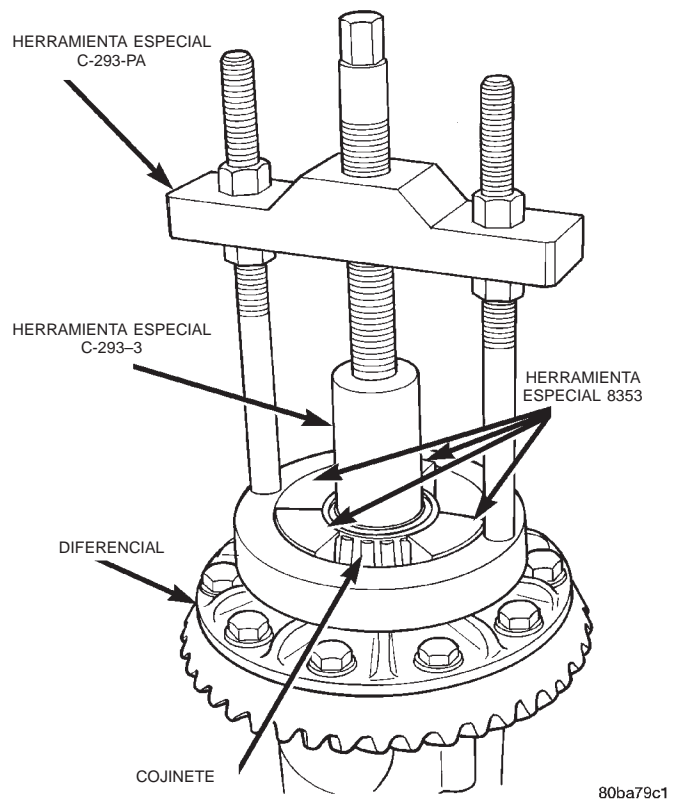

Fig. 40 Desmontaje del cojinete del diferencial
- (1) Retire la caja del diferencial de la caja del eje.
- (2) Retire el cojinete del lado de la corona de la caja del diferencial con el extractor y prensa C-293-PA, los bloques adaptadores 8353 y el tapón C-293-3 (Fig. 40).
- (3) Retire de la maza de la caja del diferencial la cámara impelente del diferencial Vari-lok™.